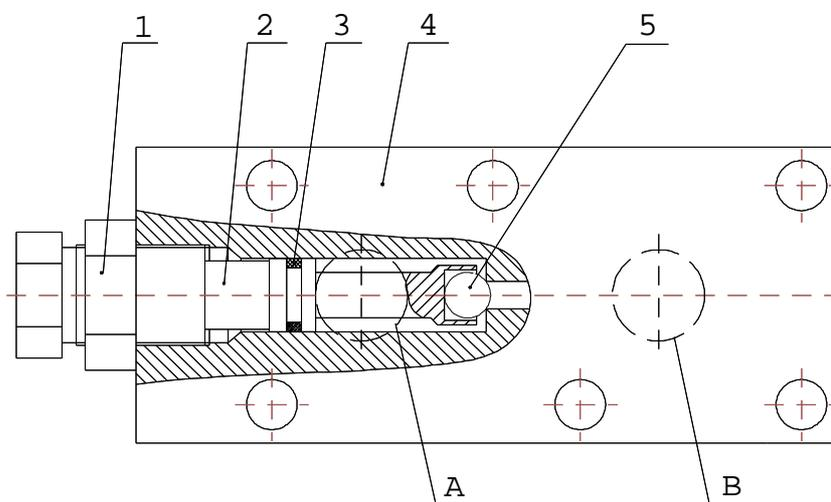

Рис. 52 Буксировочный кран
15. БУКСИРОВОЧНЫЙ КРАН (рис. 52).